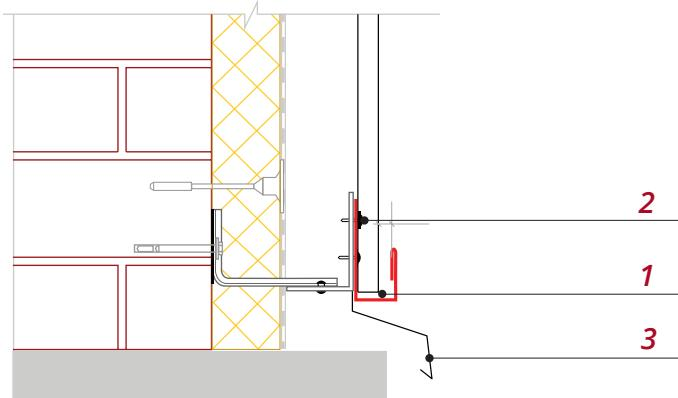

Рис. 4
- Установите П-образную планку 23 мм **1** по нижней линии облицовки фасада, по уровню, строго горизонтально (рис. 4). Закрепите планку саморезами **2**. Если предусмотрен цокольный отлив **3**, установите его до монтажа планки.
1. Используется П-образная планка 23 мм (рис. 4).